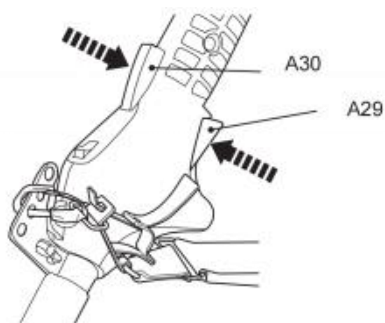

Fig. 39
10. Premere il dispositivo di blocco dell'acceleratore (A30) e il grilletto dell'acceleratore (A29) per azionare il prodotto (Fig. 39).